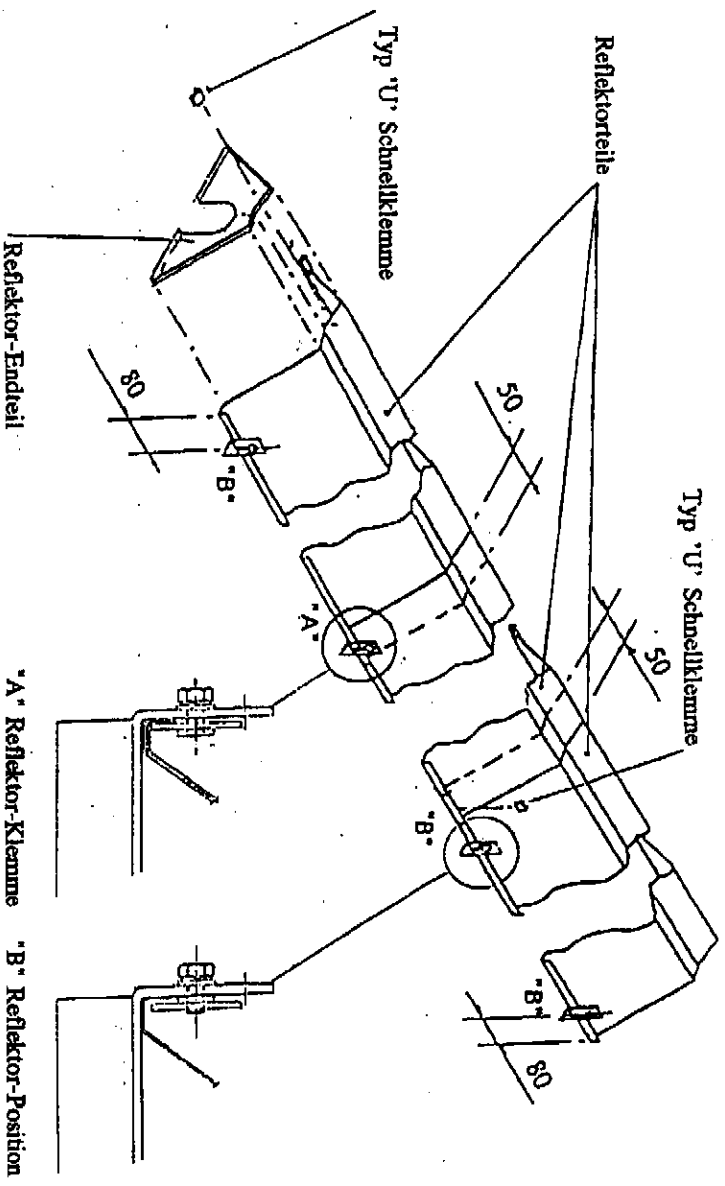

Abb. 20
- 4.4.7 Legen Sie zwei der Reflektorteile auf die Aufhängevorrichtungen und zwar so, daß ihre äußeren Kanten von der äußeren Aufhängevorrichtung 80mm überhängen (siehe Abb. 20 unten). Legen Sie das dritte Reflektorteil über die beiden zuvor positionierten Reflektorteile, so daß an jedem Ende ein Überhang von 50mm entsteht. Klemmen Sie das erste und das zweite Reflektorteil da wo sie überlappen an die zweite Aufhängevorrichtung, (von der Kontrollbox), unter Gebrauch von zwei Befestigungsschrauben und M6 Satzschrauben und Dichtungsringen (Befestigungspaket). Sichern Sie das äußere Ende des Mittelreflektorteiles zum Reflektorteil am Ventilatoreinheitende des Gerätes, unter Gebrauch von zwei U-Typ Schnellklammern (aus dem Befestigungspaket) wie in Abb. 20 dargestellt. Schrauben Sie die restlichen (6) Befestigungsschrauben an jede der anderen Aufhängevorrichtungen um einen Platz für die Reflektorteile zu beschaffen, wie in Abb. 20 gezeigt.
- 4.4.8 Platzieren Sie ein Reflektorendteil über die Strahlerröhren und in ein Ende des Reflektorteils, so daß das Endeifflansch mit dem Ende des Reflektorteiles handig ist. Sichern Sie das Reflektorendteil an dem Reflektorteil unter Gebrauch von 6 gelieferten U-Typ Schnellklammern (Befestigungspaket); 2 Klammern pro Facette des Reflektorteiles, wie in Abb. 20 oben gezeigt.